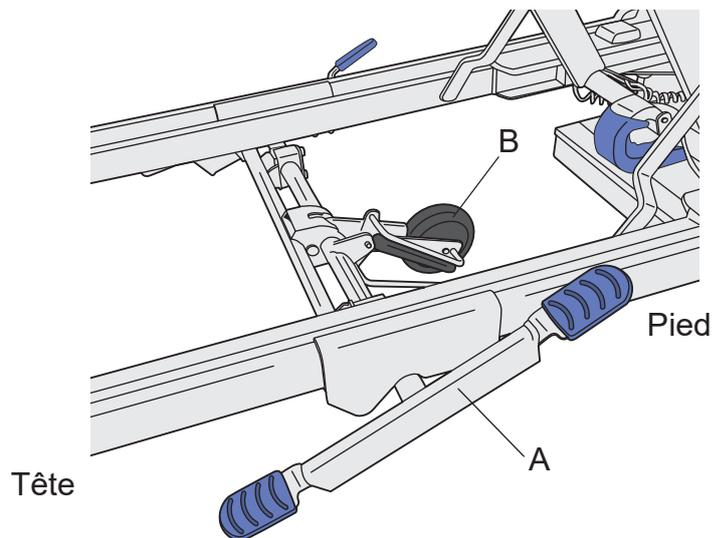

Fig. 8 - Pédale d'activation de la 5e roue
1. Appuyer vers le bas du côté tête de la pédale d'activation de la 5e roue (A). **(Voir fig. 8)**
1. Appuyer vers le bas du côté pieds de la pédale d'activation de la 5e roue (A). **(Voir fig. 8)**
2. S'assurer que la 5e roue (B) est surélevée par rapport au sol.